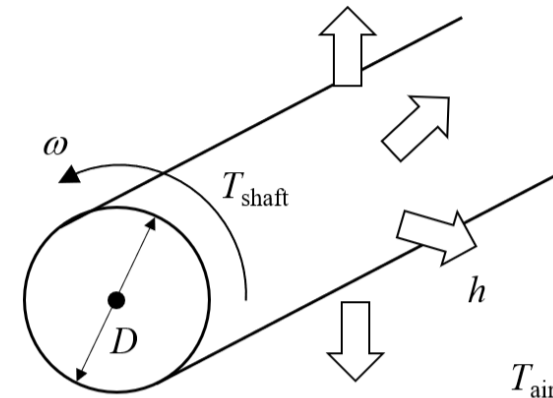

図 2.1 Fig. 2.1
問(II) 図 2.1 に示す直径 D (m) のシャフトが温度 T_{air} (K) の空気中において、角速度 ω (rad/s) で回転しながら冷却されている。シャフトの表面温度 T_{shaft} (K) は時刻によって変化し、 T_{shaft} (K) $>$ T_{air} (K) である。簡単化のため、熱はシャフトの半径 r 方向のみに流れるとみなし、 T_{air} (K) は一定とする。以下の問いに答えよ。(25 点)
A shaft with a diameter D (m), as shown in Fig. 2.1, is cooled by rotation at an angular velocity of ω (rad/s) in air at a temperature of T_{air} (K). The surface temperature of the shaft T_{shaft} (K) varies with time and satisfies T_{shaft} (K) $>$ T_{air} (K). Heat is assumed to flow only in the radial direction r of the shaft, and T_{air} (K) is considered to be constant for simplicity. Answer the following questions. (25 points)